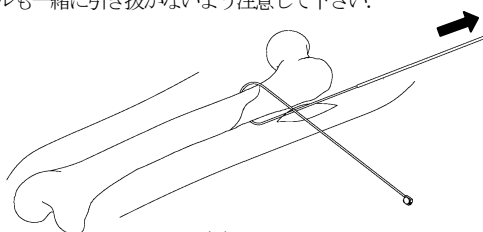

図8
- 8) ケーブルチューブを引き抜くと、ケーブルの骨周囲への挿通が完了します。(図8) ケーブルも一緒に引き抜かないよう注意して下さい。